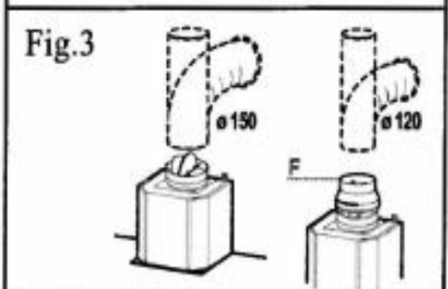

Fig.4
N.B.: I sistemi di fissaggio a) e b) si alloggiavano sui retro della cappa nei fori L 1 (Fig. 4).